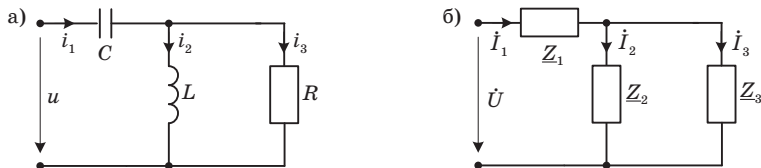

Рис. 2.7
**Пример 2.4.** Определить мгновенные и действующие значения токов и напряжений в цепи (рис. 2.7, а). Построить векторную диаграмму токов и напряжений. Рассчитать мощность источника, а также активную, реактивную и полную мощность, потребляемую элементами цепи. Проверить баланс мощности.
Запишем сопротивления ветвей (рис. 2.7, б):